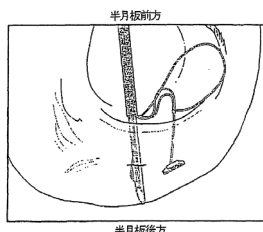

図 6
7. 所定の位置に再度Ultra FAST-FIX デリバリー ニードルを刺入し、半月板組織に貫通させる。(図6参照)